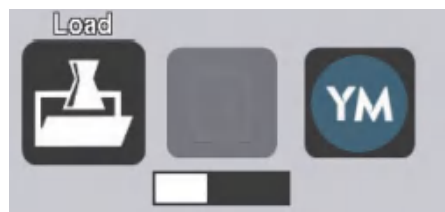

图3-41 保存切片文件
3. 设置完成后, 保存为相应格式的文件, 等待软件进行切片(如图3-41所示)。